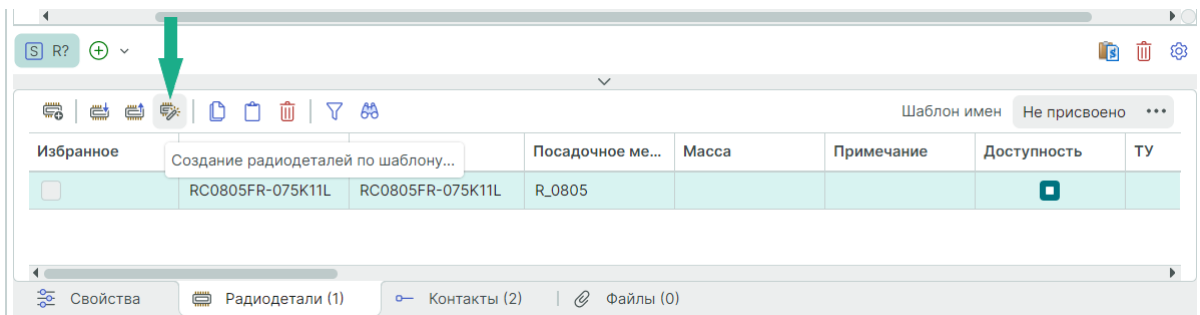

Рис. 306 Вызов генератора компонентов
1. Нажмите на иконку  «Создание радиодеталей по шаблону», расположенную на панели инструментов вкладки «Радиодетали» в редакторе компонентов, см. Рис. 306.